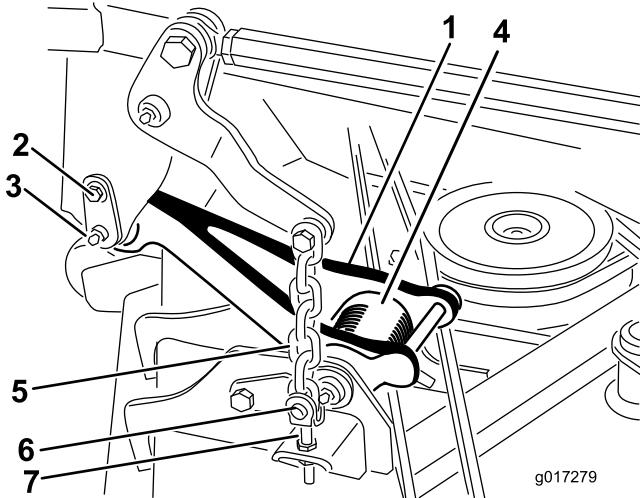

Figure 2
**Remarque:** Lorsque le plateau de coupe est relevé, la tension du ressort de torsion des tirants (Figure 2) est réduite, ce qui facilite le désaccouplement des tirants de la machine.
2. Désaccouplez le tirant de chaque côté de la machine (Figure 2).
- A. Retirez la vis à épaulement qui fixe la goupille de retenue au bâti porteur (Figure 2).
- B. Sortez avec précaution la goupille de retenue du bâti porteur et du tirant (Figure 2).
6. Déposez les (4) goupilles de retenue et axes de chape qui fixent les chaînes de relevage aux chapes de réglage sur le plateau de coupe (Figure 2).
2. Déposez les (4) axes de chape et goupilles de retenue qui fixent les chaînes de relevage aux chapes de réglage sur le plateau de coupe (Figure 2).
5. Alignez le tirant sur le bâti porteur et fixez le tirant avec la goupille de retenue (Figure 2). Fixez la goupille de retenue au bâti avec la vis à épaulement (Figure 2).